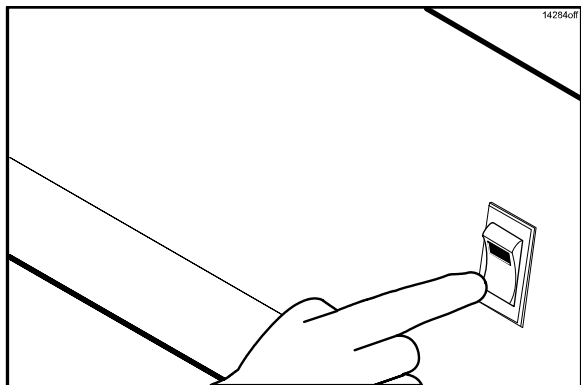

Рисунок 63
50. Установите блокировочный переключатель вентилятора в положение "ВЫКЛ". (См. рис. 63)